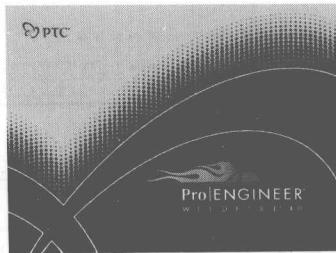
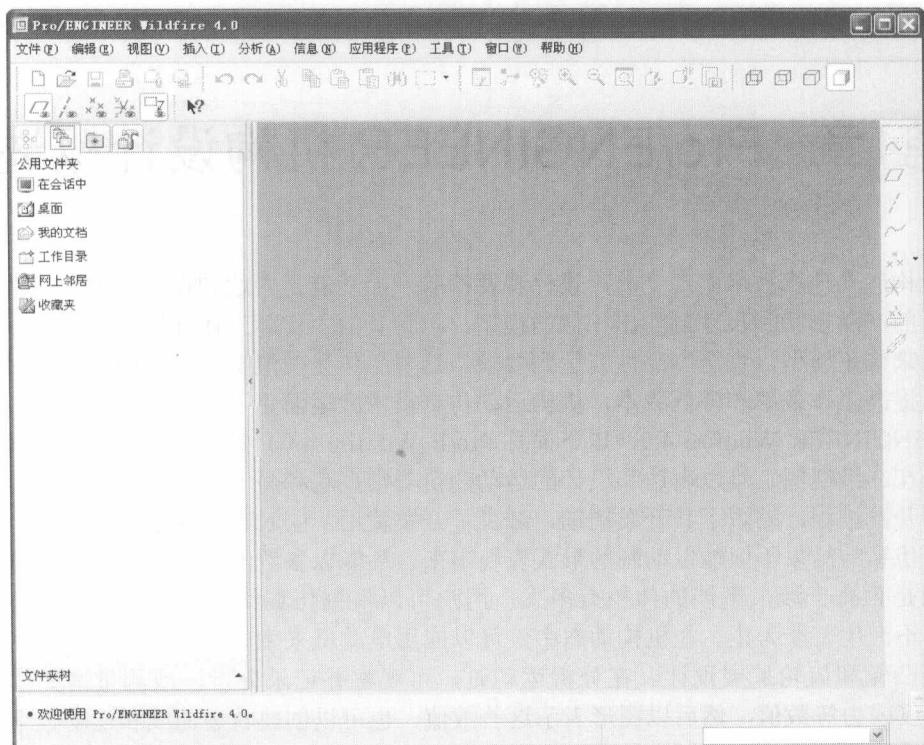

图1-1
图1-2
1. 在**开始**菜单中选择【所有程序】/【打开】/【PTC】/【Pro ENGINEER】/【Pro ENGINEER】命令，Pro/E Wildfire 4.0 中文版系统启动，启动画面如图 1-1 所示。进入系统后的工作界面如图 1-2 所示。